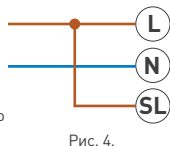

Рис. 4.
- 3.6. Для работы панели в постоянном режиме подключите провод фазы также к клемме SL, рис. 4.